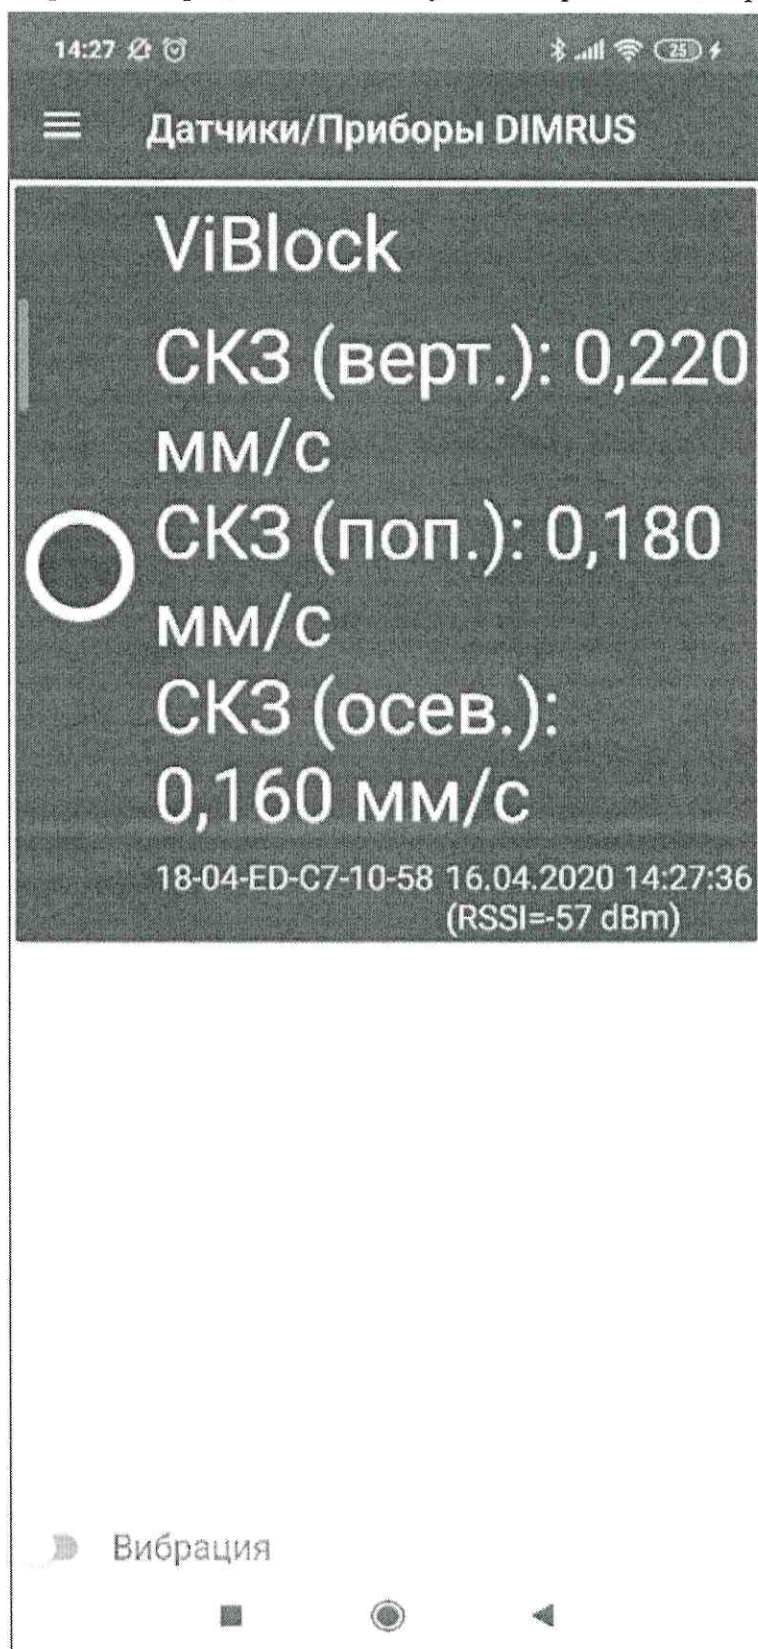

Рисунок 3 – Отображение прибора беспроводного для измерения вибрации ViBlock в ПО «Беспроводные датчики DIMRUS».
6.5 После запуска программы на экране должны отобразиться все найденные устройства ООО ПФФ «Вибро-Центр» с беспроводными интерфейсами. Выберите прибор беспроводной для измерения вибрации ViBlock с нужным серийным номером (рисунок 3).